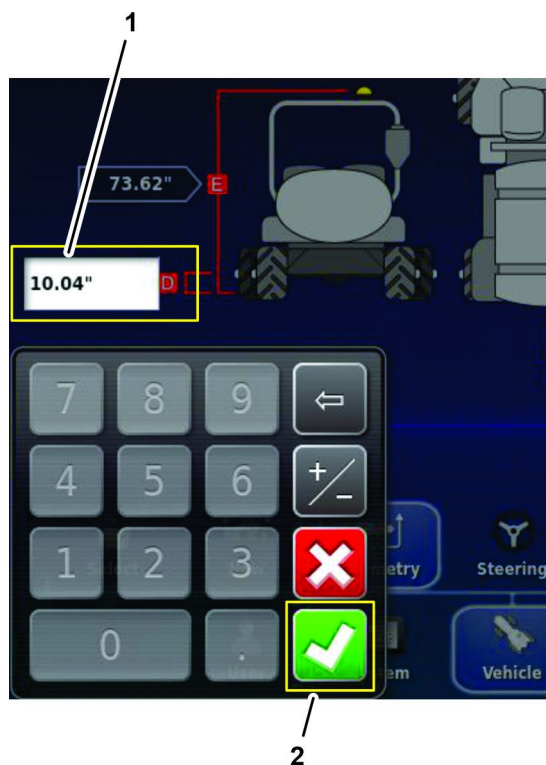

Bild 192
1. Symbol Mittellinie der Maschine und Mitte des Satellitenempfängers (C)
4. Tippen Sie auf das Mittellinie der Hinterachse und Boden (D), geben Sie über die Bildschirmtastatur die Messwerte ein, die Sie im Formular der Fahrzeuggeometrie von Messung der Fahrzeuggeometrie \(Seite 87\) aufgenommen haben, und tippen Sie auf das Bestätigen-Symbol (Bild 192).